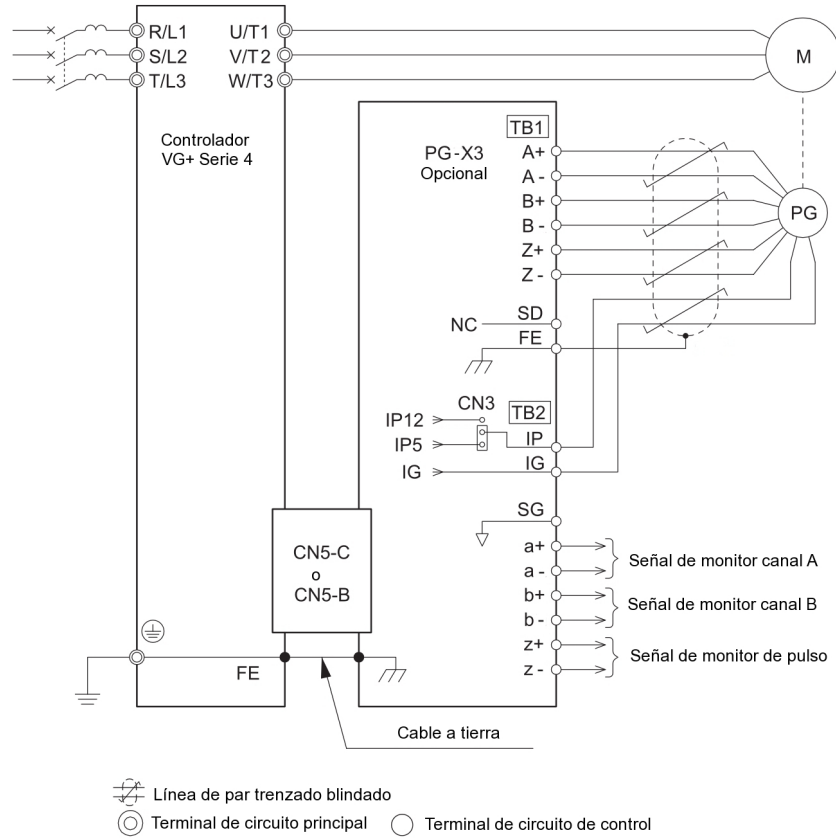

Figura 3-12: Cableado de la tarjeta de codificador PG-X3
2. Conecte el codificador a la tarjeta de interfaz de codificador PG-X3. Consulte la Figura 3-12: "Cableado de la tarjeta del codificador PG-X3" de la página 3-21.